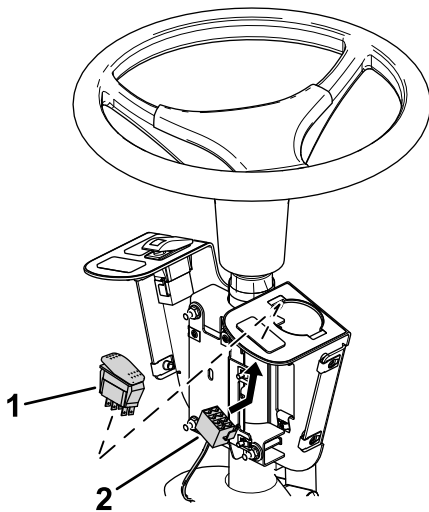

Figura 8
10. Retire el tapón del orificio e instale el interruptor de la baliza con el extremo elevado hacia arriba (Figura 8).
11. Conecte el conector de la baliza al interruptor (Figura 8).